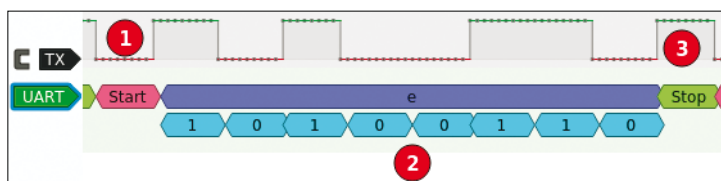

FIGURE 6
Pulseview fournit un décodeur de protocole adapté qui une fois correctement configuré, décode les octets transmis. La figure 6 montre qu'il identifie ainsi le *start bit* (1), l'interprétation de l'octet (2) et le *stop bit* (3) en regard du chronogramme.